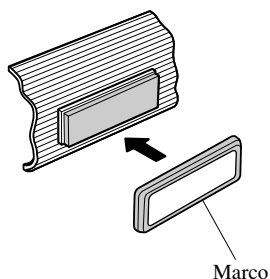

Fig. 16
3. Después de instalar la unidad en el tablero de instrumentos, fije el marco. (Fig. 16)